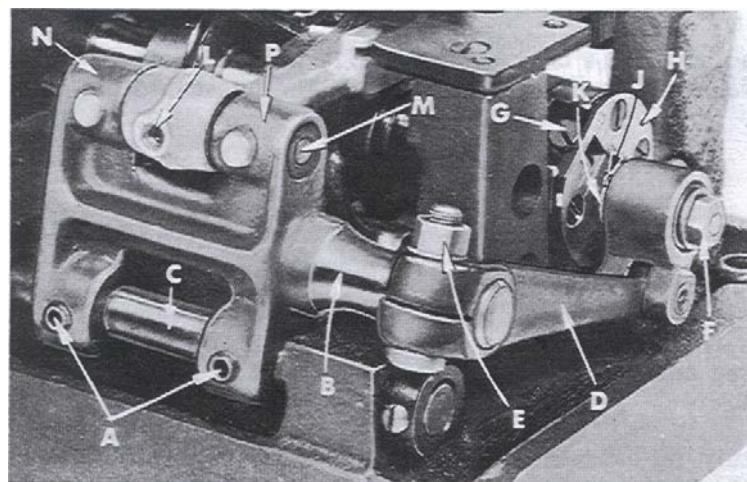

Fig. 11
Right or left adjustment can be made by loosening screws (A, Fig. 11) and slightly moving feed rocker (B) on feed rocker shaft (C) as required, then retighten screws. Check to ensure that feed rocker arm (D) does not bind after adjustment.
Forward or rearward centering of feed dog can be accomplished by loosening nut (E, Fig. 11), move feed rocker (B) as required and retighten nut.
Set the stitch to required length. This is accomplished by loosening lock nut (F, Fig. 11) 1/2 turn (it has left hand thread) on the end of the stitch regulating stud and turning stitch adjusting screw (G) located under the left end of the cloth plate in the head of the main shaft (H), which is marked "L" and "S". Turning the screw in a clockwise direction shortens the stitch (moves stitch regulation stud toward the "S") and turning it in a counterclockwise direction lengthens the stitch (moves stitch regulator stud toward the "L"). Retighten the lock securely. To prevent destructive damage to feed drive bearing, key screw (J) must engage the "U" shaped key slot in ferrule (K).
Zur seitlichen Einstellung lösen Sie die Schraube (A, Fig. 11) und verschieben den Transportrahmen (B) auf der Transportrahmenwelle (C), je nach Bedarf, ein wenig nach rechts oder links, dann ziehen Sie die Schrauben wieder an. Prüfen Sie, daß nach dieser Einstellung der Transportantriebsarm (D) nicht klemmt.
Zum vermitteln des Transporteurs nach vorne oder hinten lösen Sie die Mutter (E, Fig. 11) und verschieben den Transportrahmen (B) entsprechend. Ziehen Sie die Mutter wieder an.
Stellen Sie den Stich auf die gewünschte Länge ein. Dazu lösen Sie die Feststellmutter (F, Fig. 11) (sie hat Linksgewinde) am Ende des Stichstellbolzens um 1/2 Umdrehung und drehen an der Sticheinstellschraube (G), die sich unter dem linken Ende der Stoffplatte im Hauptwellenkopf (H) befindet, der mit "L" und "S" bezeichnet ist. Drehen der Schraube im Uhrzeigersinn verkürzt den Stich (der Stichstellbolzen wird zum "S" hin bewegt), drehen im Gegenuhrzeigersinn verlängert den Stich (der Stichstellerbolzen wird zum "L" hin bewegt). Ziehen Sie die Feststellmutter wieder gut an. Damit das Transportantriebsgelenk nicht zerstört wird, muß die Mitnehmerschraube (J) in den "U"-förmigen Ausschnitt der Hülse (K) eingreifen.